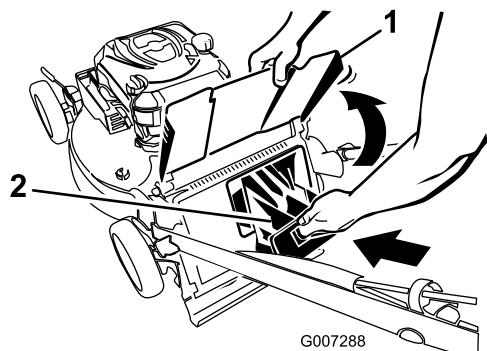
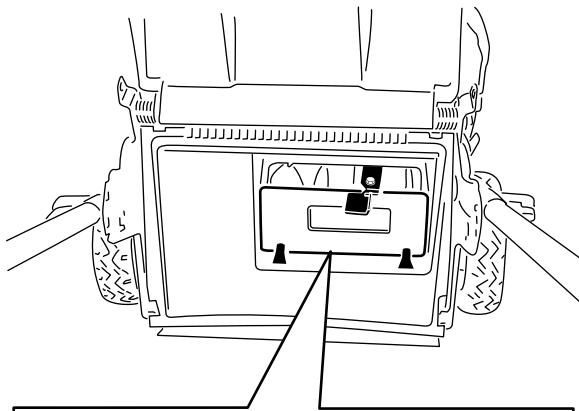

Figure 23
Figure 24
**Important:** Vérifiez que l'obturateur de l'éjecteur arrière est verrouillé en place. Pour verrouiller l'obturateur : relevez le déflecteur d'éjection (Figure 23), appuyez fermement sur l'obturateur jusqu'à ce qu'il s'enclenche en position derrière les pattes, et tournez le levier situé sur l'obturateur vers la gauche (Figure 24).
**Remarque:** Pour déverrouiller l'obturateur, tournez son levier vers la droite (Figure 24).